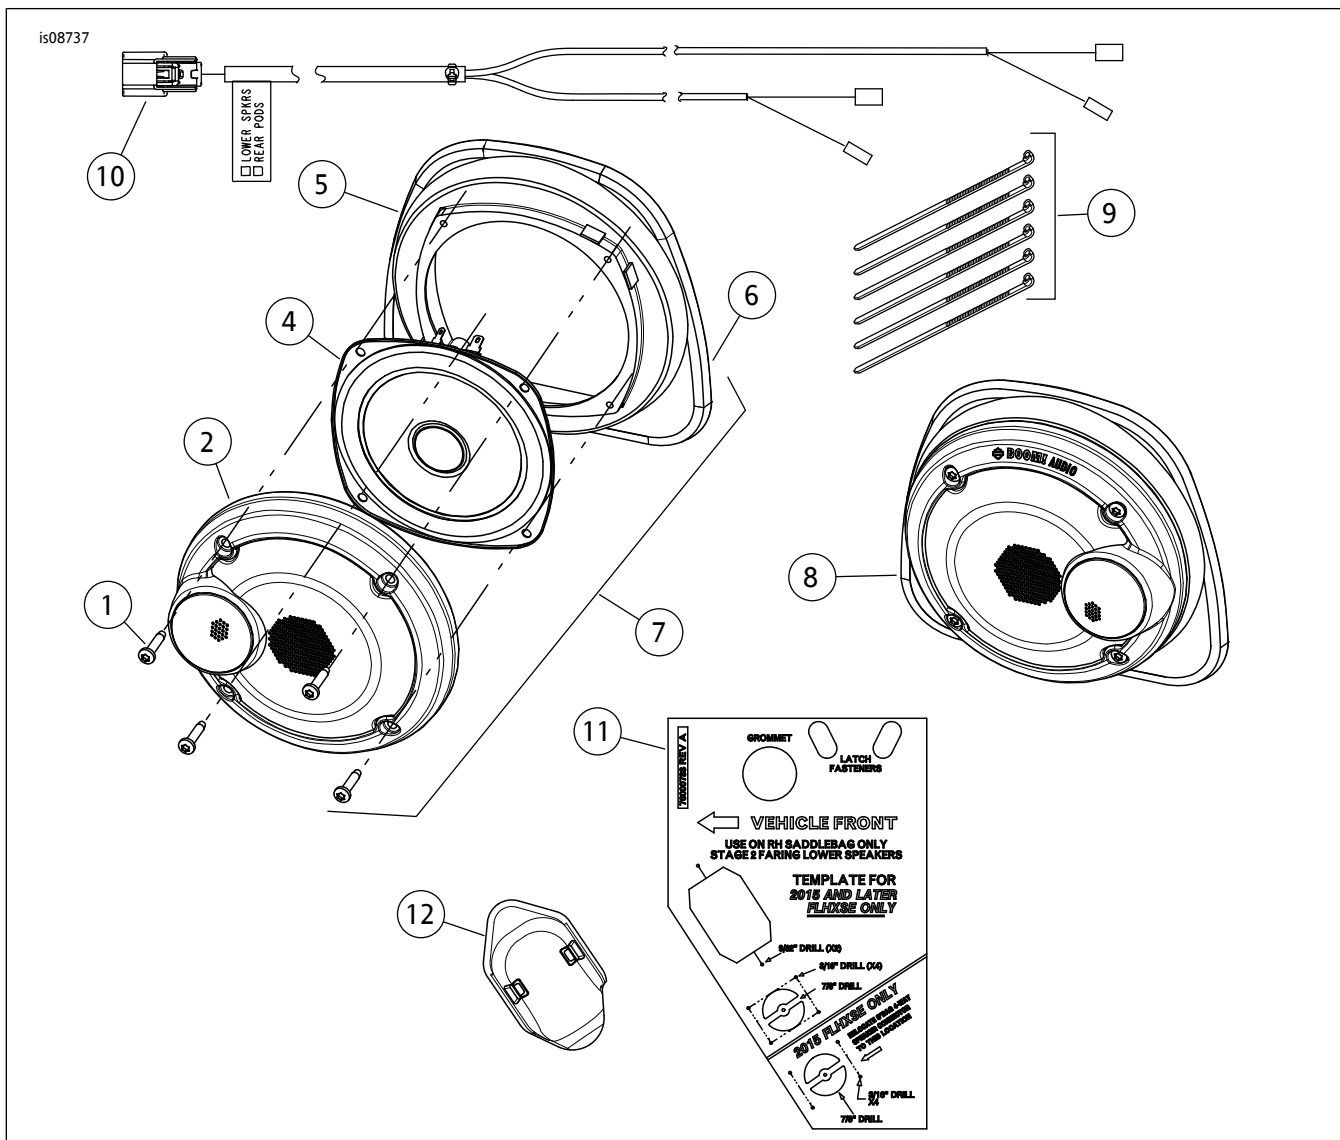

图4。维修零件，下部挡风板扬声器
参见图4和表1。
1. 参见图4。
将连接器[313]插入线束(10)。参见图4。转至该文件的完成部分。
- f. 拆下模板。使用气锯等工具切除连接器切口(4)。用边箱线束上的18路法兰连接器[289-1A]检查开口(4)的尺寸(参见图4，项目7)。必要时按照模板修磨孔的形状。
- g. 拆下模板。使用气锯等工具切除连接器切口(4)。用边箱线束上的18路法兰连接器[289-1A]检查开口(4)的尺寸(参见图4, 项目7)。必要时按照模板修磨孔的形状。